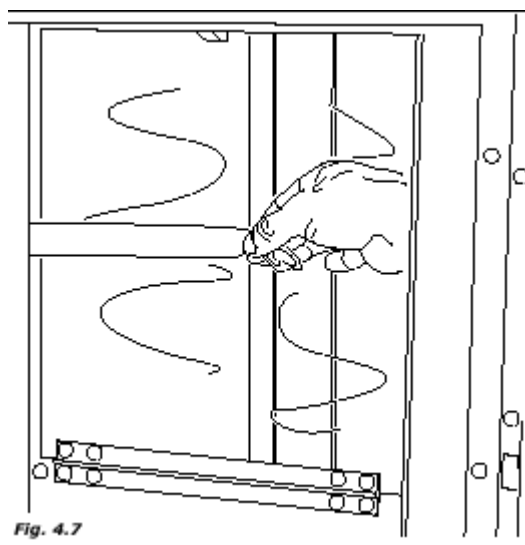

Fig. 4.7
- Держатель для стопки чашек (пример на рис. 4.7)